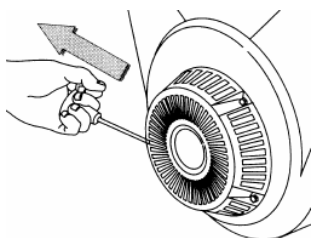

Рис. 2
- При ручном пуске придерживая генератор за раму, резко с интенсивным усилием вытянуть трос стартера до упора (рис. 2), повторив действие несколько раз при необходимости. Если двигатель не запускается, следует изменить положение рычага воздушной заслонки, сдвигая его вправо тем больше, чем выше температура двигателя и окружающего воздуха при использовании бензина или повторить кратковременное нажатие кнопки регулятора при работе на газе, затем повторить пуск с помощью стартера. Включение электрического стартера производится поворотом ключа выключателя в крайнее правое положение «пуск». Сразу после пуска двигателя отпустить ключ для обеспечения его самовозврата в среднее положение. При срабатывании защиты нажать сброс после остывания автоматического выключателя.